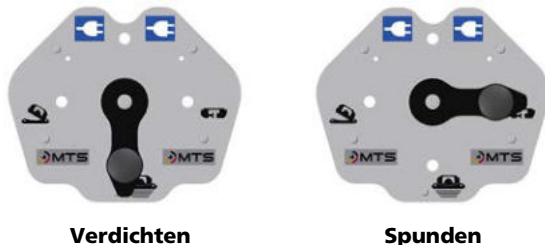

Abbildung 19: Einstellung 'Verdichten' / 'Spunden'
2. Manuell den Funktionshebel am Anbaugerät auf 'Verdichten' (siehe Abbildung 19, Seite 15) einstellen.
Den Funktionshebel am MTS-Anbauverdichter DUO / WA manuell auf den 'Spunden'-Betrieb (siehe Abbildung 19, Seite 15) einstellen.